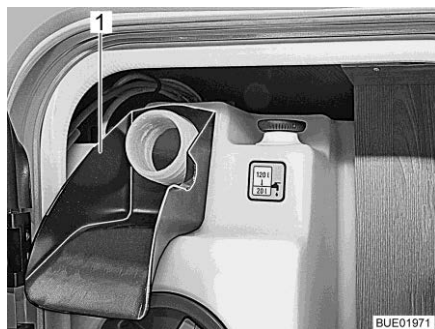

Fig. 193 Ausilio per il riempimento
- Infilare l'ausilio per il riempimento (Fig. 193,1) sul bocchettone di riempimento dell'acqua potabile.